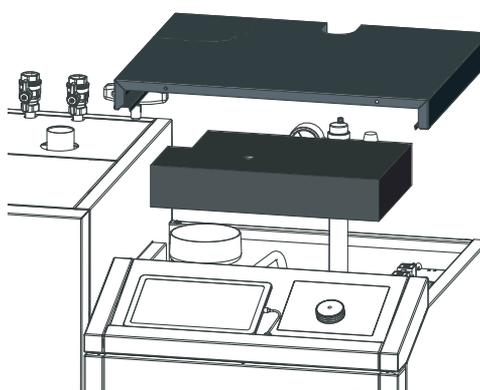

Fig. 61 Retirer le couvercle du revêtement, enlever l'isolation
- ▶ Retirer le couvercle du revêtement et enlever l'isolation au-dessus du couvercle des surfaces d'échange – Fig. 61.